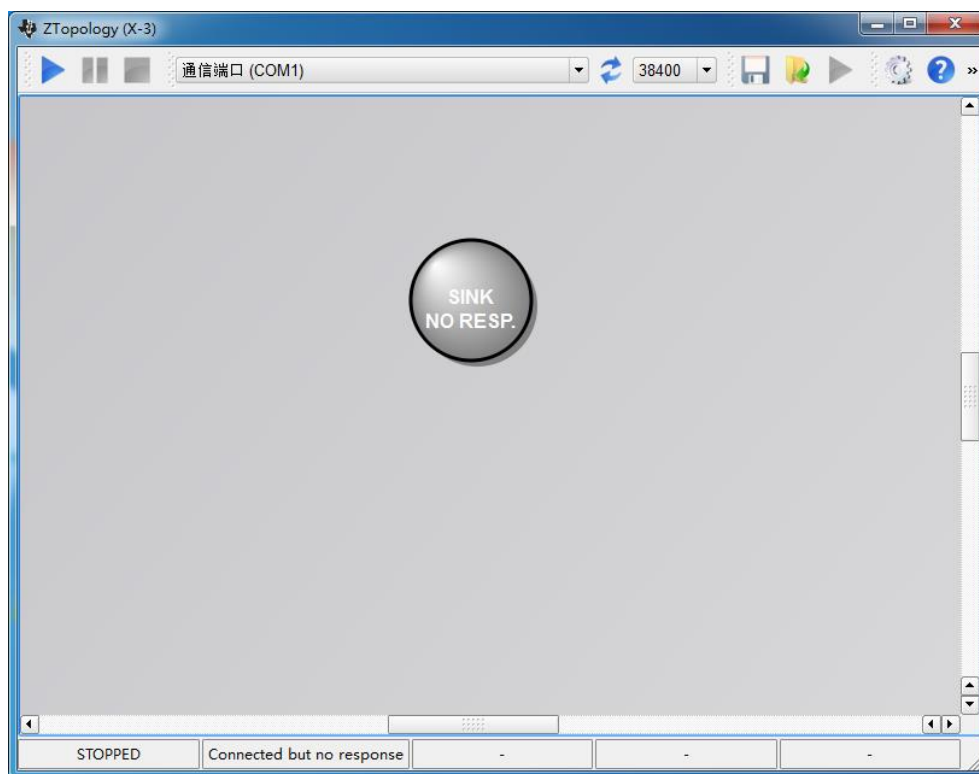
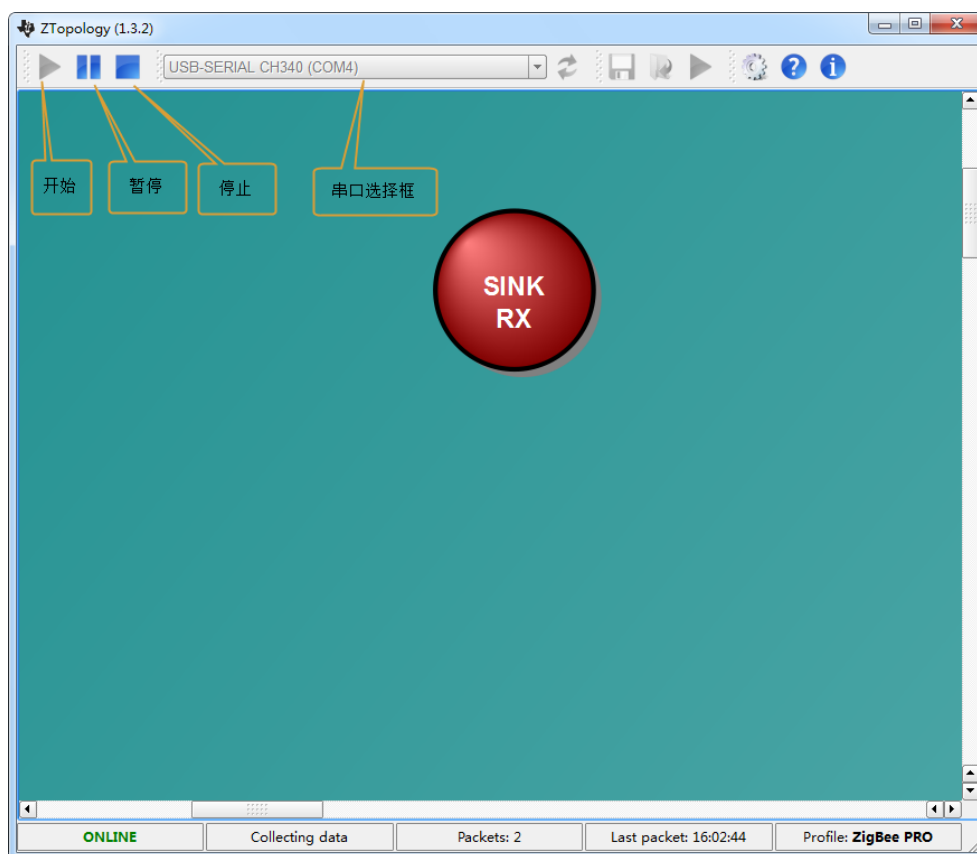
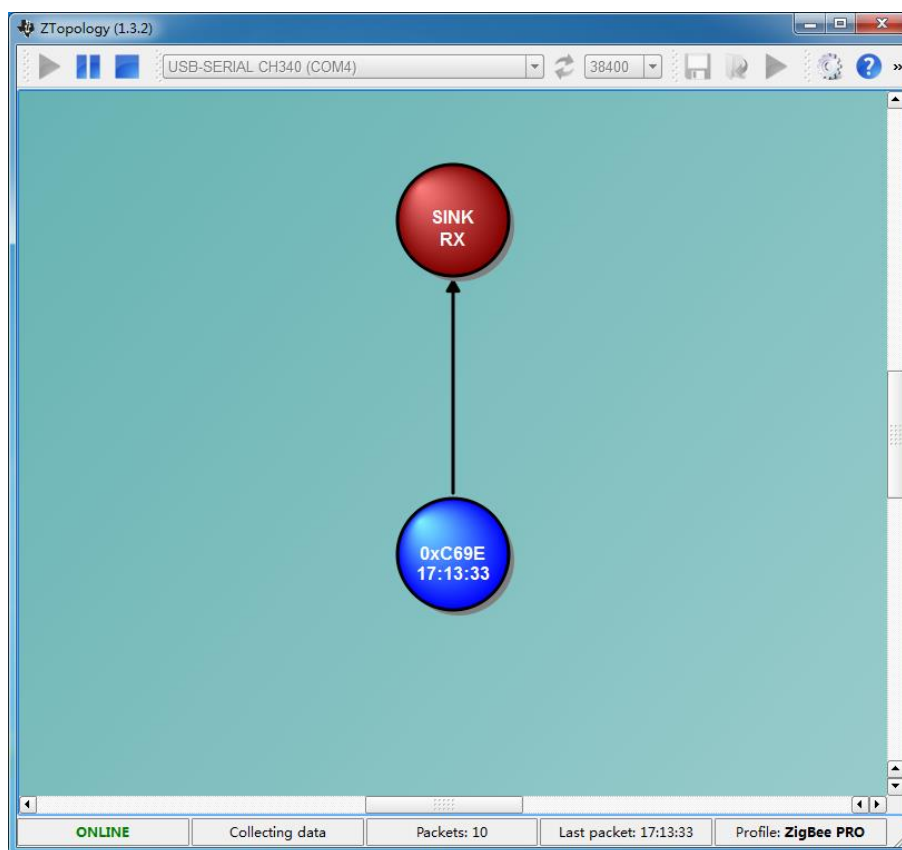
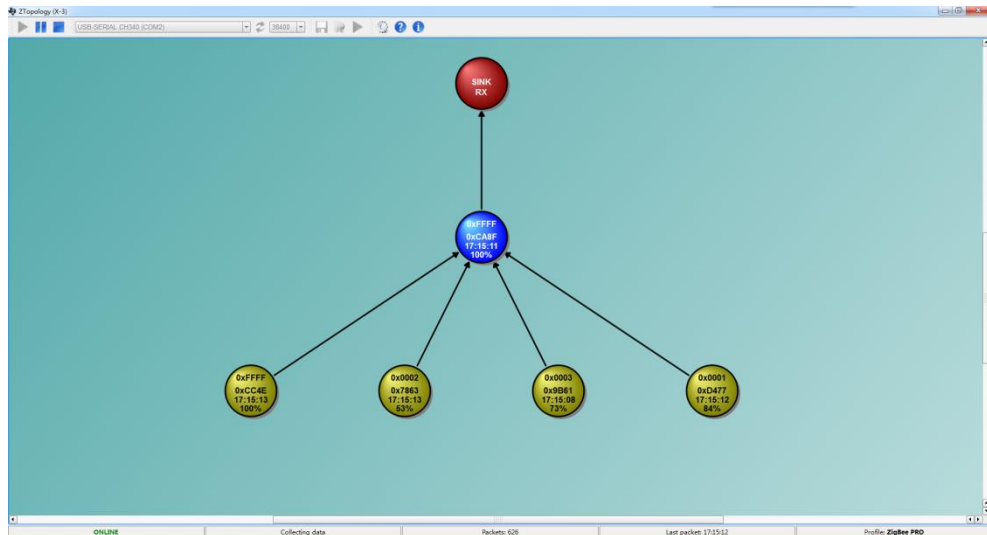

图 8 ZTopology 界面
图 9 ZTopology(1.3.2)
图 10 两个路由器 ZTopology
图 12 寻找父节点
例。下载并安装 ZTopology 软件。成功安装软件后，将配置成协调器的 ZG840x，连接到 PC 端的串口上。此时打开 ZTopology 软件版本为 X-3，其整个界面如图 8 所示。
- 在 ZTopology 软件界面中，串口选择框上选择协调器的串口号。然后点击开始按钮，此时 ZTopology 中的圆圈变成暗红色，表示协调器已经在线。如图 9 所示。
- 在图 9 的界面中，按下方形的停止按钮，使 ZTopology 处于停止状态，其效果如图 8 所示。接下来将每个路由器依次上电，直到每个路由器都正常的加入网络，即黄色灯常亮。接着按下 ZTopology 界面中的开始按钮。此时 ZTopology 的界面如图 10 所示。
- Zigbee 终端节点在失父节点时，会自动寻找其它的父节点。比如将图 10 中的协调器关闭，其孩子节点就会以 rejoin 的方式加到旁边的路由器中，在此过程中 zigbee 短地址与自定义地址保持不变。如图 12 所示。